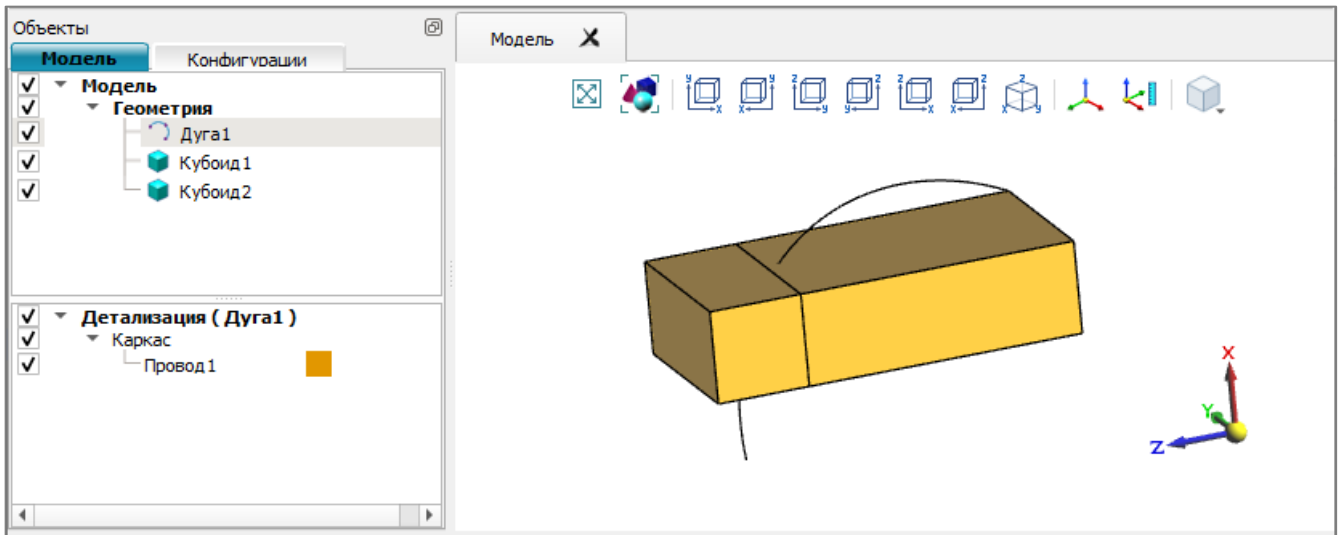

Рис. 27
7.4.4. Результат перемещений точек показан на рис. 27.